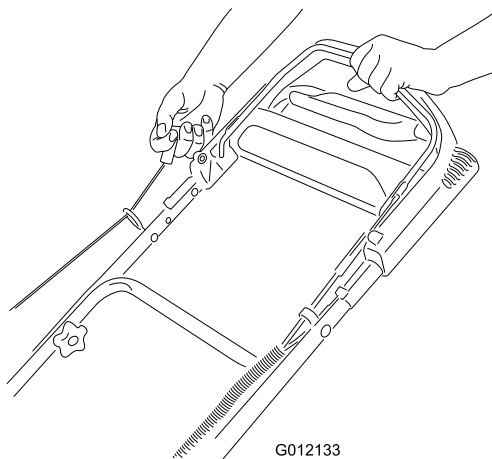

Figura 15
2. Tire del arrancador de retroceso (Figura 15).